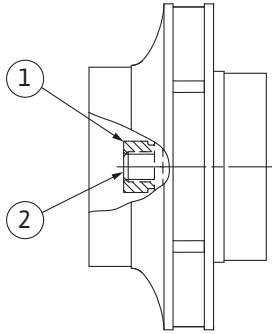

Fig. 111: Juoksupyörän mutterin oikea asentaminen asennuksen jälkeen
8. Pidä kiinni akselista kiintoavaimella (avainväli 22 mm) ja kiristä juoksupyörän mutteri määrätetyllä kiristysmomentilla (katso taulukko "Kiristysmomentit" [► 33]). Mutterin (Fig. 111, pos. 1) pitää olla suunnilleen samassa tasossa,  $\pm 0,5$  mm, akselin päin (Fig. 111, pos. 2) kanssa. Jos näin ei ole, irrota mutteri ja toista käsittelyvaiheet 4–8.
9. Ota kiintoavain pois ja asenna suojalevy (Fig. I, pos. 27) takaisin.